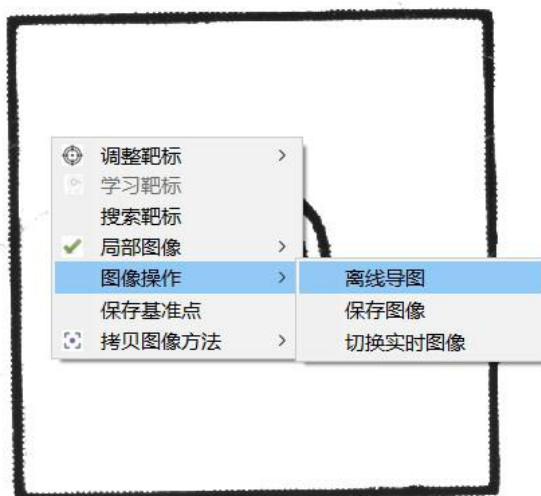

图 2-23
E. **图像操作**：主要用于导入导出图像作用，如下图 2-23 所示：